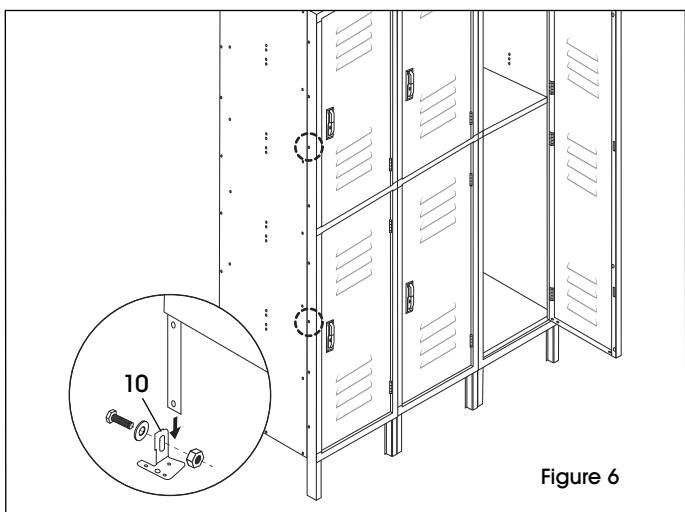

Figure 6
10. À deux personnes et en prenant soin de ne pas faire porter l'ensemble du poids sur les pattes arrière, soulevez l'unité à la verticale et placez-la à l'endroit voulu. Vérifiez et serrez tous les boulons permanents. (Voir Figure 6)
- a. Si vous raccordez une unité de trois éléments à une autre unité, installez temporairement un boulon et un écrou dans le troisième et le sixième trou à partir du haut du ou des cadres extérieurs qui seront raccordés au(x) cadre(s) de casier adjacent(s). (Voir Figure 6)
2. Utilisez les pattes de nivellement et quincaillerie (10) fournies pour niveler l'unité et l'arrimer au plancher. (Voir Figure 6)